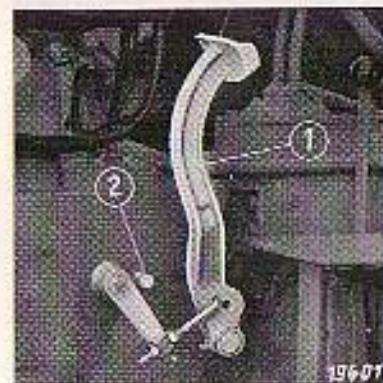

Bild 16
Das Einschalten der Zapfwelle darf nur bei ausgerückter Zapfwellenkupplung erfolgen. Zum Auskuppeln wird der Fußhebel ① bis zum Anschlag ② durchgedrückt – Bild 16 – und nach einer kleinen Pause der Schalthebel der Zapfwelle betätigt (siehe Seite 21).